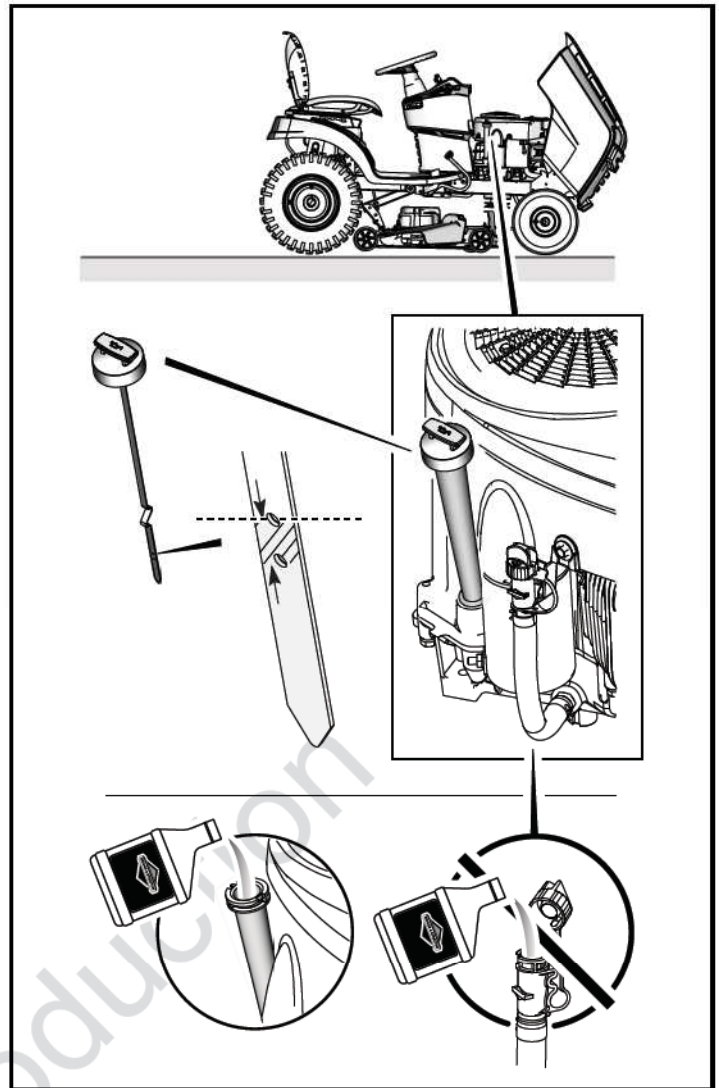

Figure 6
4. Retirer la jauge d'huile et la essuyer avec un chiffon propre (voir Figure 6).